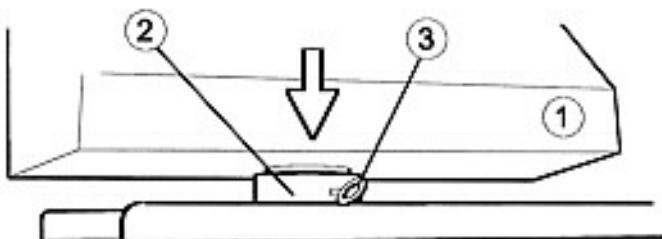

Bild 14 / Fig. 14
- ⇒ Schaltpult (Bild 14, Pos. 1) in die Montagehülse an der Mitteltraverse (Bild 14, Pos. 2) einsetzen.
- ⇒ Sicherungsschraube (Bild 14, Pos. 3) festziehen.